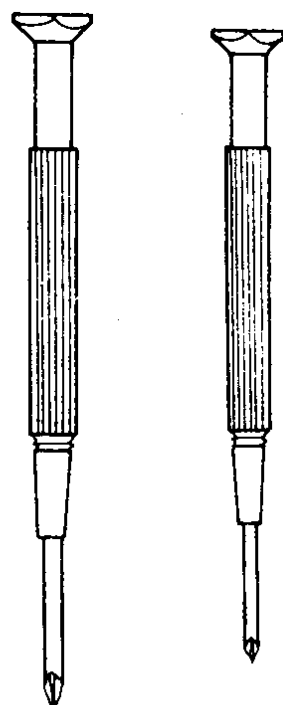

图 2—9 十字起子
5. 手表拆装座垫，见图 2—10。它是用来垫起表机，承受起动夹板螺钉的压力。座垫中心有一中心孔，可使秒轮轴榫在旋动螺钉时免受损坏。